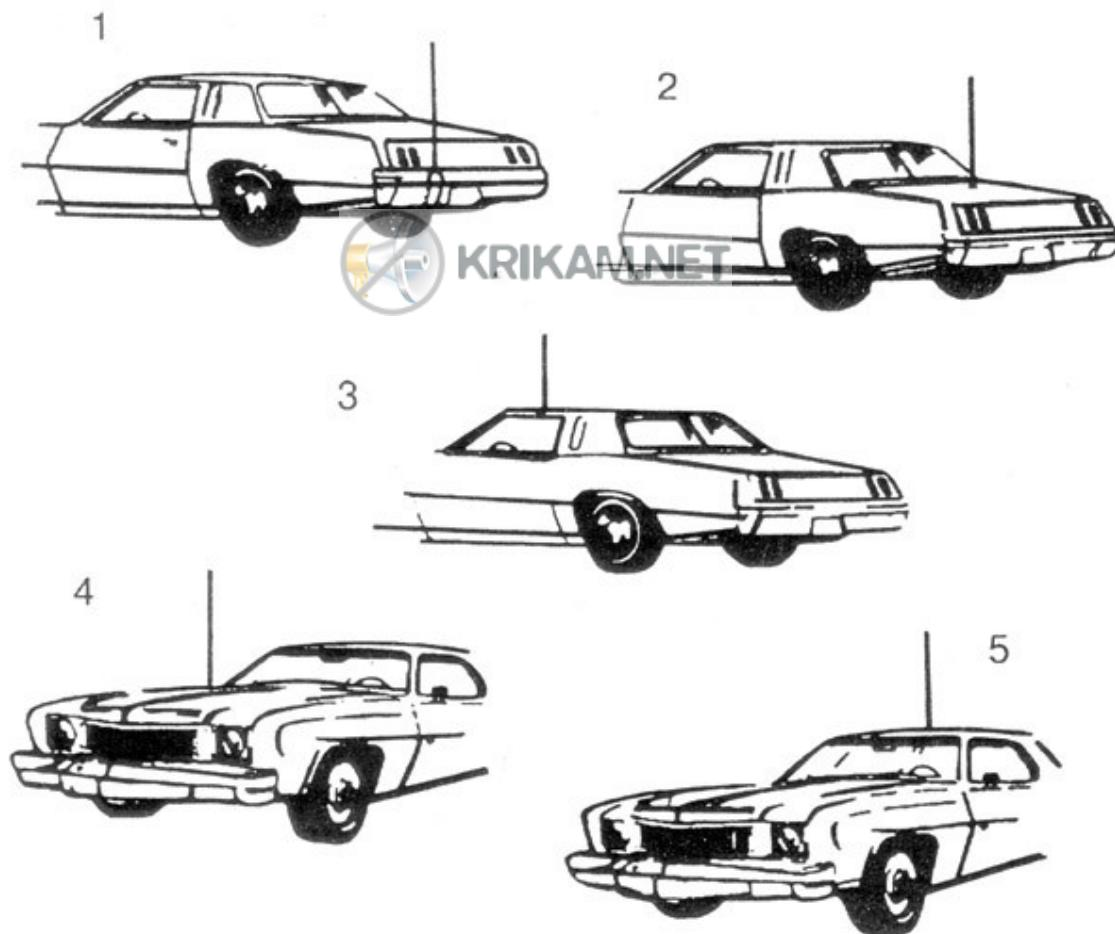

Рис. 6. Типичные места установки автомобильных антенн.
различных конструктивных исполнениях с креплением через отверстие в крыше, на кронштейне за отбортовку водостока или на магнитном основании (см. рис. 6).
На рис. 6 показаны пять типичных мест установки автомобильной antennы: (1) задний бампер, (2) задняя крышка багажника, (3) отбортовка для стока воды, (4) капот, (5) крыша.